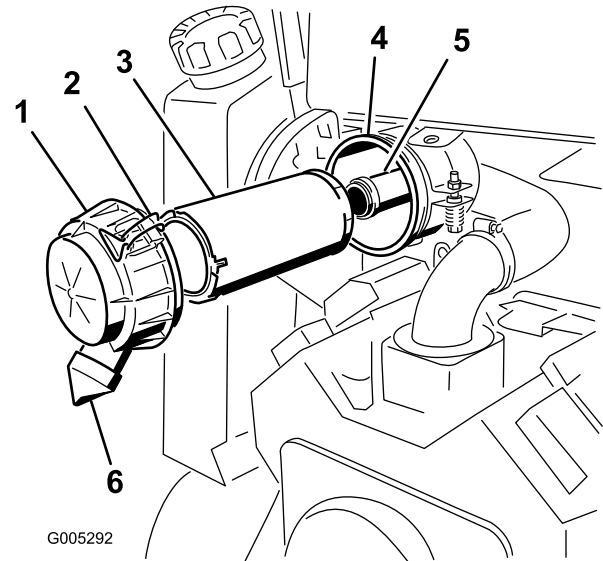

Figura 19
2. Abra los cierres del limpiador de aire y tire de la tapa del limpiador de aire para separarla de la carcasa del limpiador de aire (Figura 19).
6. Extraiga con cuidado el filtro primario del cuerpo del limpiador de aire y deséchelo (Figura 19). Evite golpear el filtro contra el lado de la carcasa.
7. Si también va a cambiar el filtro de seguridad, extráigalo con cuidado del cuerpo del limpiador de aire y deséchelo (Figura 19). Evite golpear el filtro contra el lado de la carcasa.
2. Si va a cambiar el filtro de seguridad, deslícelo cuidadosamente en el cuerpo del filtro (Figura 19). Asegúrese de que está bien
- Introduzca con cuidado el filtro primario en el cuerpo del limpiador de aire (Figura 19). Asegúrese de que está bien asentado empujando firmemente sobre el borde exterior del filtro mientras lo instala.
- Instale la tapa y el espaciador y fíjelos con la tuerca de la tapa (Figura 19). Apriete la tuerca a 11 Nm (95 pulgadas-libra).
- Instale la tapa del limpiador de aire con la salida de goma hacia abajo, en la posición de las 5—las 7 (visto desde el extremo) (Figura 19) y sujétela con los cierres.